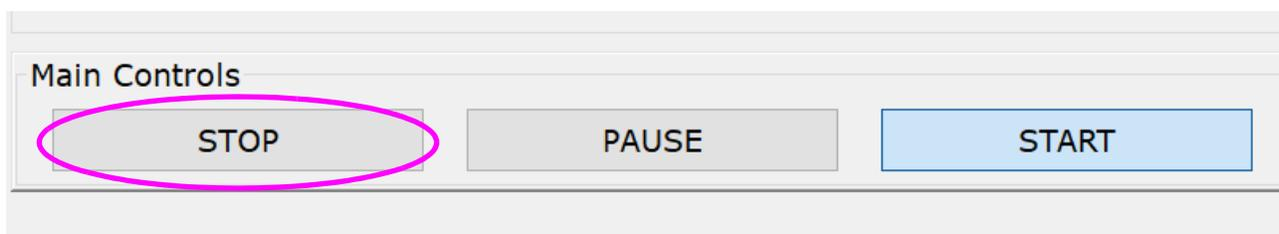

Figura 4-41: Tela de Execução da Hospedagem OPEX - Botão PARAR
1. Ao terminar, na tela de Hospedagem OPEX, clique em **STOP** (consulte Figura 4-41 na página 156). Isso para os transportadores e retorna os iBOTs.